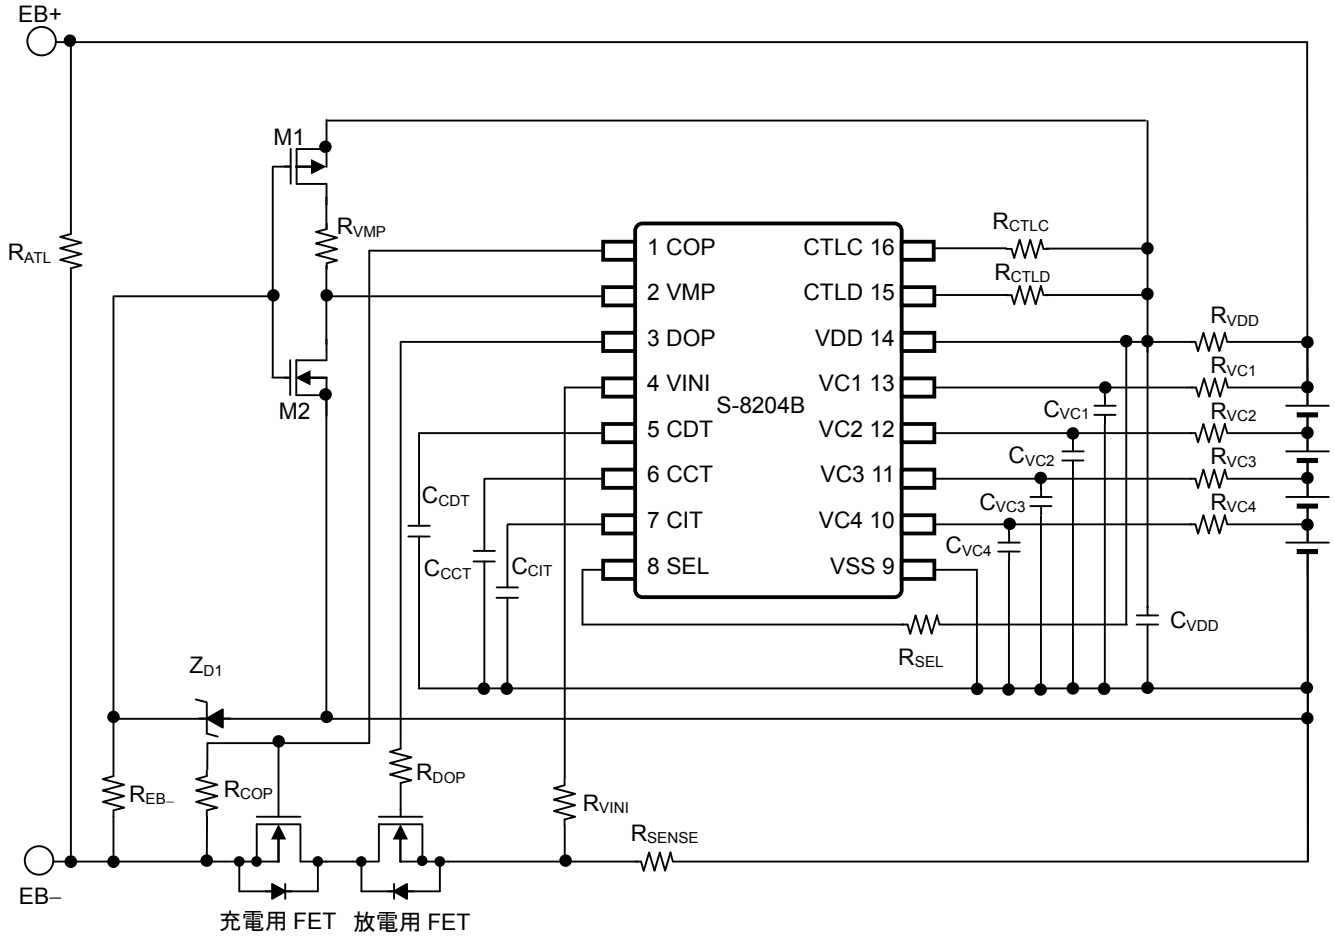

図11
■ タイミングチャート (図11の回路)
表9 外付け部品の推奨値（図11の回路）